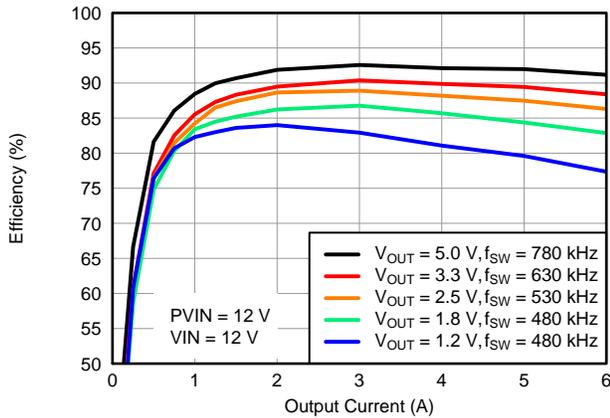
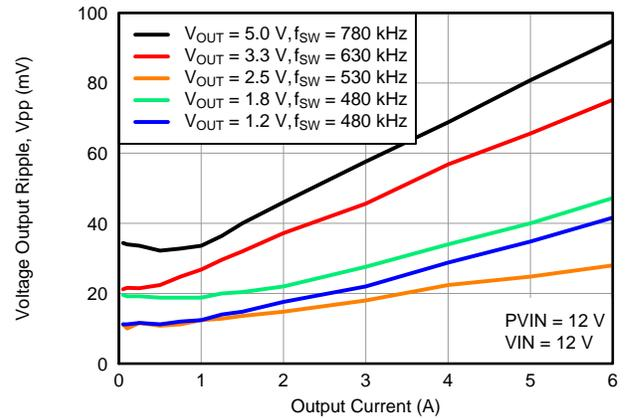
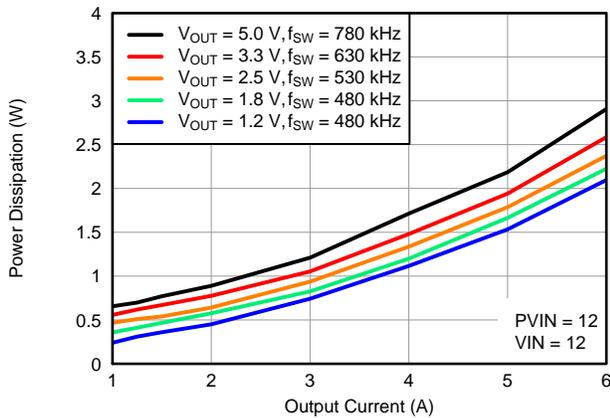

Figura 1. Eficiência vs Corrente de saída
Figura 2. Ondulação de tensão vs Corrente de saída
Figura 3. Dissipação de energia vs Corrente de saída
- (1) Os dados de característica elétrica foram desenvolvidos a partir de produtos reais, testados a 25 °C. Esses dados são considerados típicos para o conversor. Aplica-se à Figura 1, Figura 2 e Figura 3.